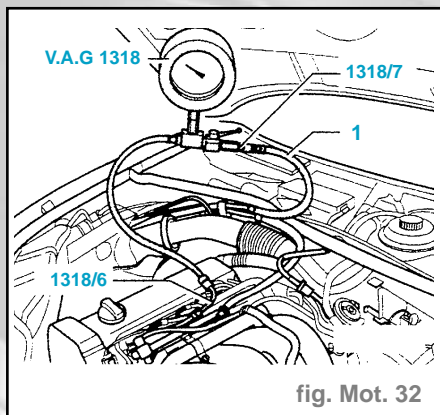

fig. Mot. 32
- Raccorder le dispositif manométrique **V.A.G 1318** à la conduite d'alimentation (1) et au répartiteur de carburant à l'aide des adaptateurs **1318/6** et **1318/7** (fig. Mot. 32).